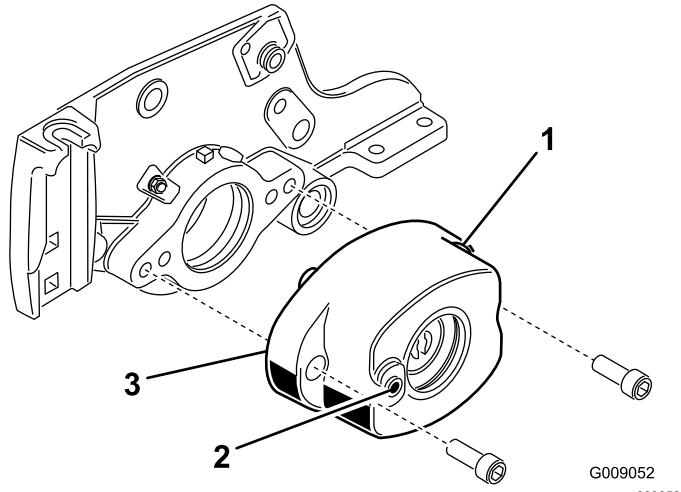

Figura 6
6. Monte a estrutura da escova do rolo na estrutura dos rolamentos do cilindro com 2 parafusos de cabeça allen ($\frac{3}{8}$ x 1 pol.) (**Figura 6**). Posicione a estrutura da escova do rolo de forma a que o furo roscado fique virado para a frente da unidade de corte.